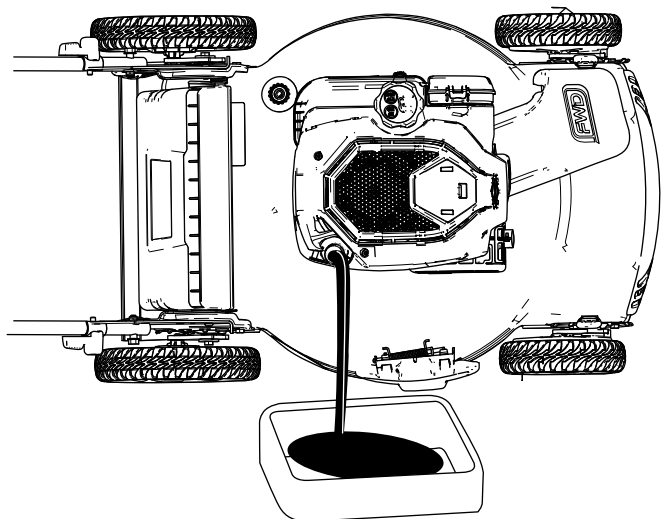

Figuur 24
3. Verwijder de peilstok door de dop linksom te draaien en eruit te trekken (Figuur 24).
10. Lees het oliepeil af van de peilstok (Figuur 24).